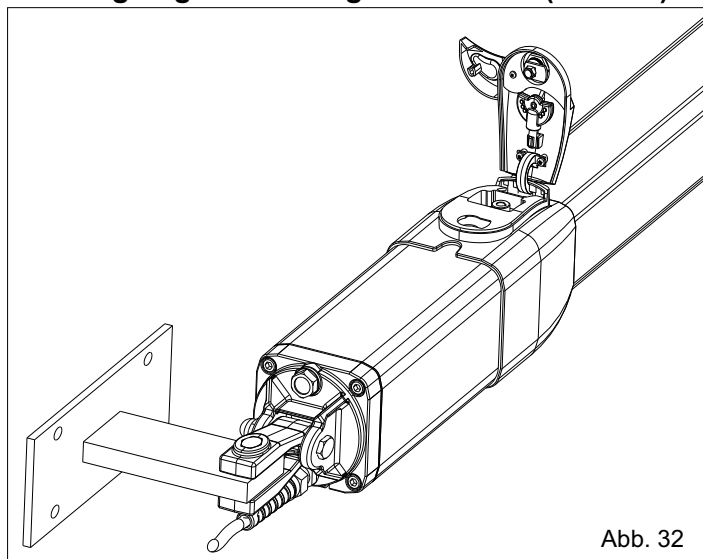

Abb. 32
**Der Entriegelungsschlüssel wird im Innern der Aluminiumentriegelungsabdeckung aufbewahrt. (Abb. 32).**